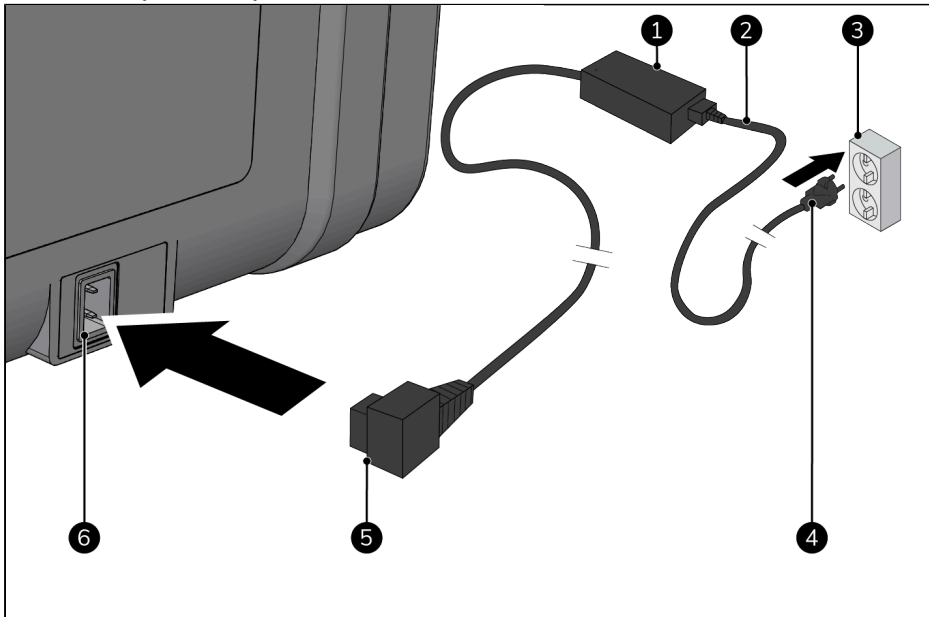

Abbildung 25.
3. Stecken Sie das AC-Kabel (Abbildung 25, Pos. 2) in den AC/DC-Adapter (Abbildung 25, Pos. 1).
4. Stecken Sie den AC/DC-Adapterstecker (Abbildung 25, Pos. 5) in das Netzteil des Geräts (Abbildung 25, Pos. 6).
5. Stecken Sie den Netzstecker (Abbildung 25, Pos. 4) in eine leicht zugängliche Steckdose (Abbildung 25, Pos. 3).